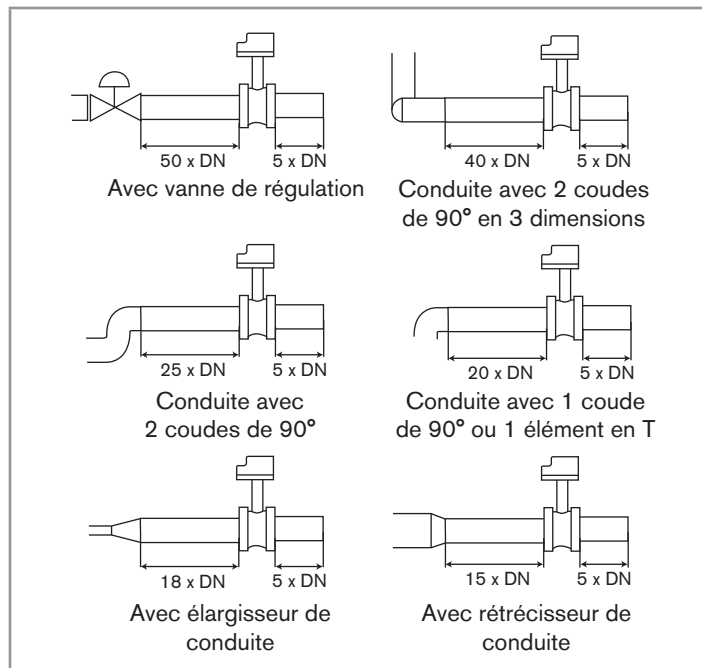

Fig. 2 : Distances amont et aval en fonction de la conception des conduites.
- Installer l'appareil sur la conduite de sorte que les distances amont et aval soient respectées, selon la Fig. 2 et la norme EN ISO 5167-1.